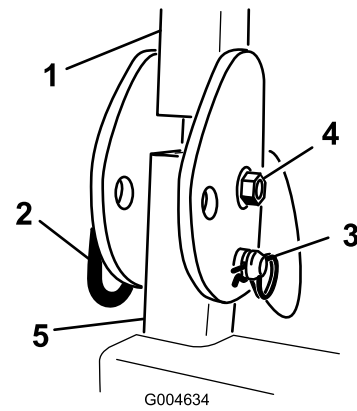

Figure 5
- Retirez les goupilles fendues puis les deux axes de l'arceau de sécurité (Figure 5).
- Relevez complètement l'arceau de sécurité puis insérez les deux axes et fixez ces derniers avec les goupilles fendues (Figure 5).